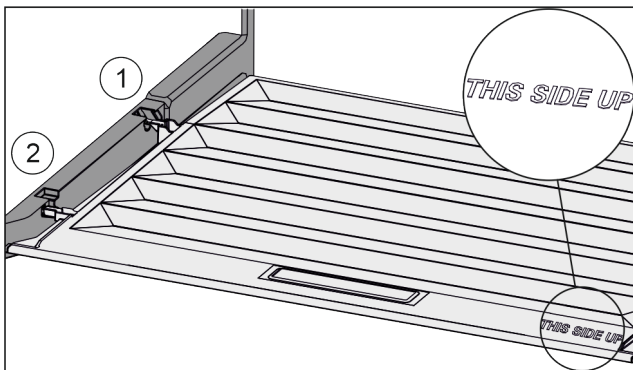

Fig. 83
- ▶ Пъхнете шийките на капака през отвора в задния държач Fig. 83 (1) и фиксирайте отпред в държача Fig. 83 (2).